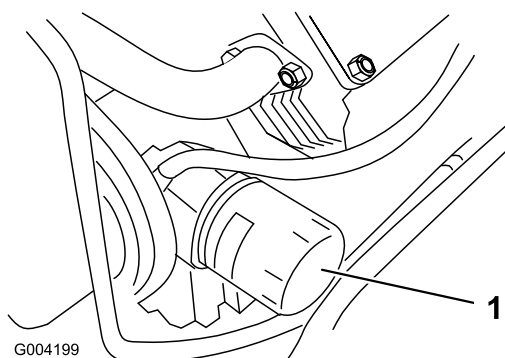

Figure 38
- Enlevez le filtre à huile usagé (Figure 38) et essuyez la surface du joint de l'adaptateur.